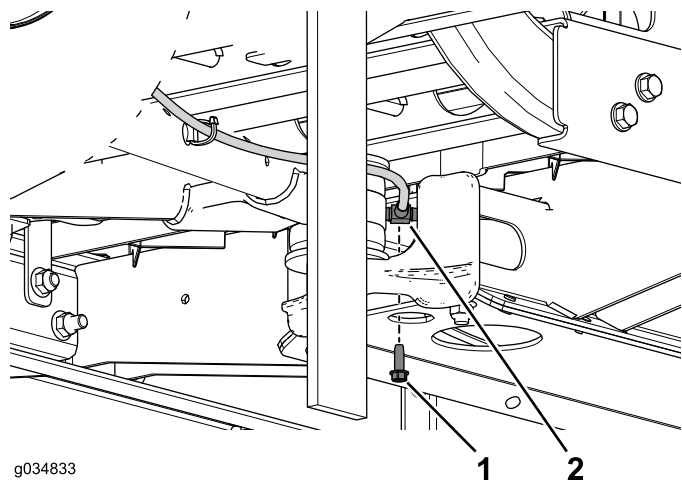

Figura 18
5. Retire el tornillo autorroscante que sujeta el acoplamiento en T del tubo del freno al perfil central (Figura 18).